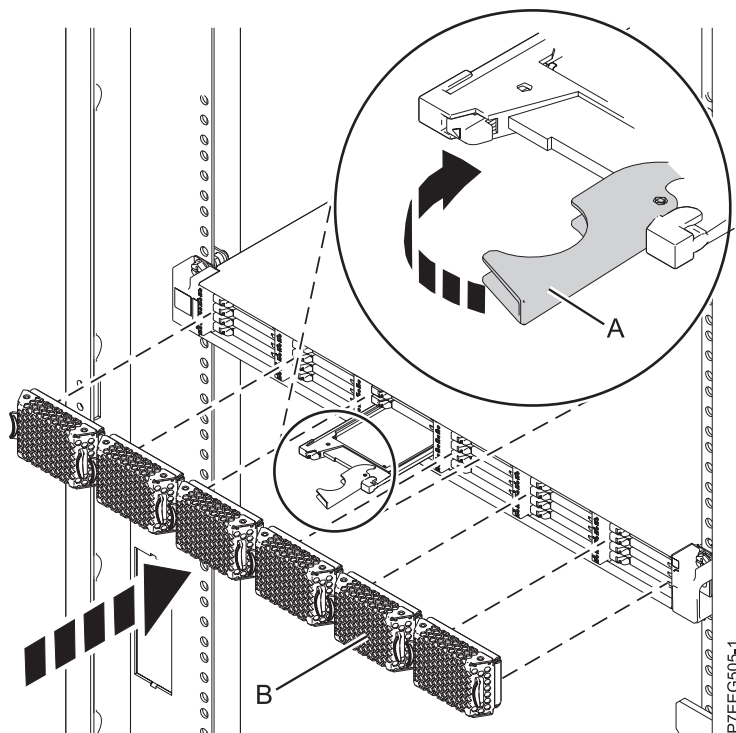

Figura 50. Substitució d'una unitat d'estat sòlid a Allotjament d'emmagatzematge EDR1 PCIe.
4. Quan el LED d'identificació de la unitat d'estat sòlid es torni sòlid, feu lliscar tota la unitat d'estat sòlid cap a Allotjament d'emmagatzematge EDR1 PCIe fins que quedi ben encaixada. A continuació, feu girar la nansa (A) fins a la posició de bloqueig. Consulteu Figura 50 a la pàgina 77.
6. Instal·leu la tapa bisellada (B).